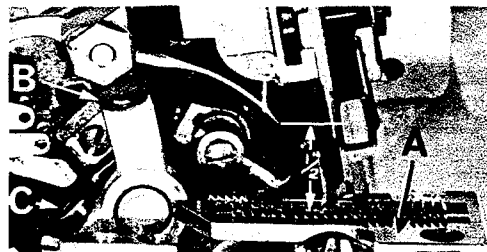

Fig. 3
Bei festgeschraubter Stichplatte (A) soll die Nadelspitze zentrisch im vorderen Teil des Stichloches einstecken. Bei Höchststellung der Nadel soll der Abstand von Nadelspitze bis Stichplatten-Oberfläche (A, Fig. 3) $1/2'' = 12,7 \text{ mm}$ betragen für die Maschinen 39500 QA, QB, QP, QY, RF, RM, RS, SE, SG, SV, SW, TA, TD und TE. Und $15/32'' = 11,9 \text{ mm}$ für Maschinen 39500 RA, RR, SF und TH. Zum Einstellen kann die Nadelhöhen-Einstellehre Teil Nr. G 21227 F benutzt werden. Zwecks Einstellung des Nadelhebels (B, Fig. 3) ist die Pratzschraube (C) zu lösen und der Nadelhebel radial oder axial je nach Erfordernis einzustellen. Alsdann ist die Stichplatte wieder zu entfernen.
With throat plate-assembled in position, needle should center in the front end of needle slot. When needle is at high position, needle point should be set $1/2'' = 12,7 \text{ mm}$ above throat plate (A, Fig. 3) for Styles 39500 QA, QB, QP, QY, RF, RM, RS, SE, SG, SV, SW, TA, TD and TE. And $15/32'' = 11,9 \text{ mm}$ for Styles 39500 RA, RR, SF and TH. To align needle or set the height above the throat plate, move needle driving arm (B, Fig. 3) by loosening clamp screw (C). After needle has been set properly, tighten screw (C) and remove throat plate.